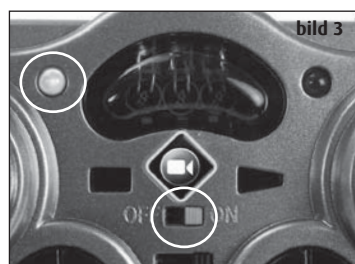

bild 3
4. Laddningsstatus-LED:n lyser nu grönt och indikerar laddningsprocessen (bild 3).